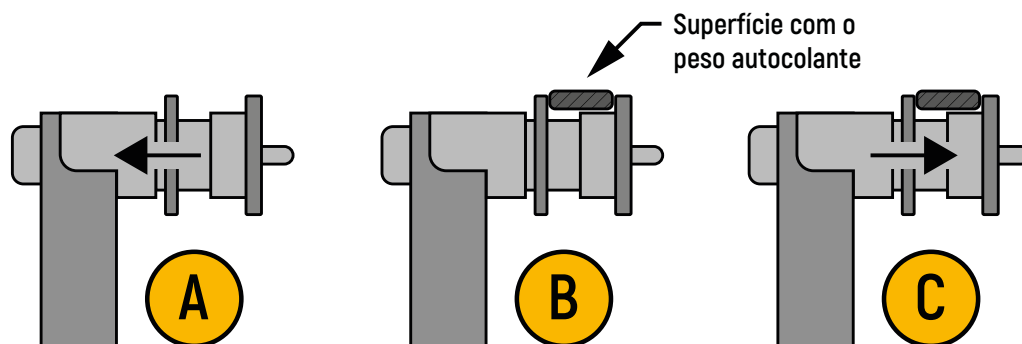

Figura 6.12 Aplicação dos pesos adesivos no sensor de Distância/Diâmetro
2. Aplique o peso mostrado na tela esquerda (peso interno) no sensor de Distância/Diâmetro, conforme mostrado na Figura 6.12.